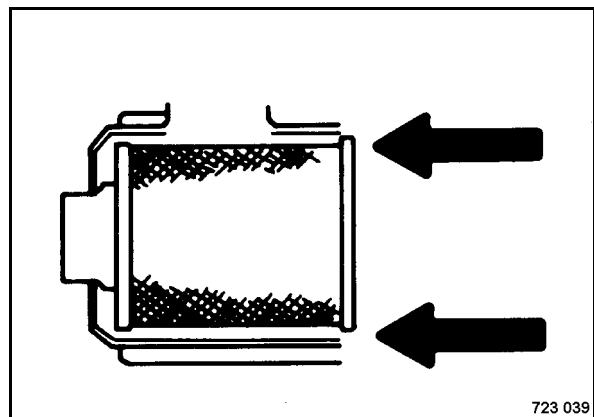

Рис. 139
- Аккуратно вставить воздушный фильтр в корпус (Рис. 139).